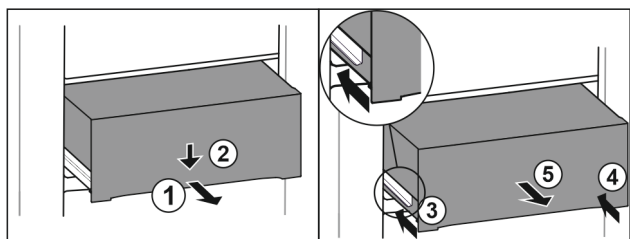

Fig. 149
- ▶ Вытяните выдвижной ящик наполовину. Fig. 149 (1)
- ▶ Вдавите выдвижной ящик в передней части вниз. Fig. 149 (2)
- ▶ Задвиньте левую направляющую прим. на 2 см. Fig. 149 (3)
- ▶ Задвиньте правую направляющую прим. на 2 см. Fig. 149 (4)
- ▶ Извлеките выдвижной ящик движением вперед. Fig. 149 (5)